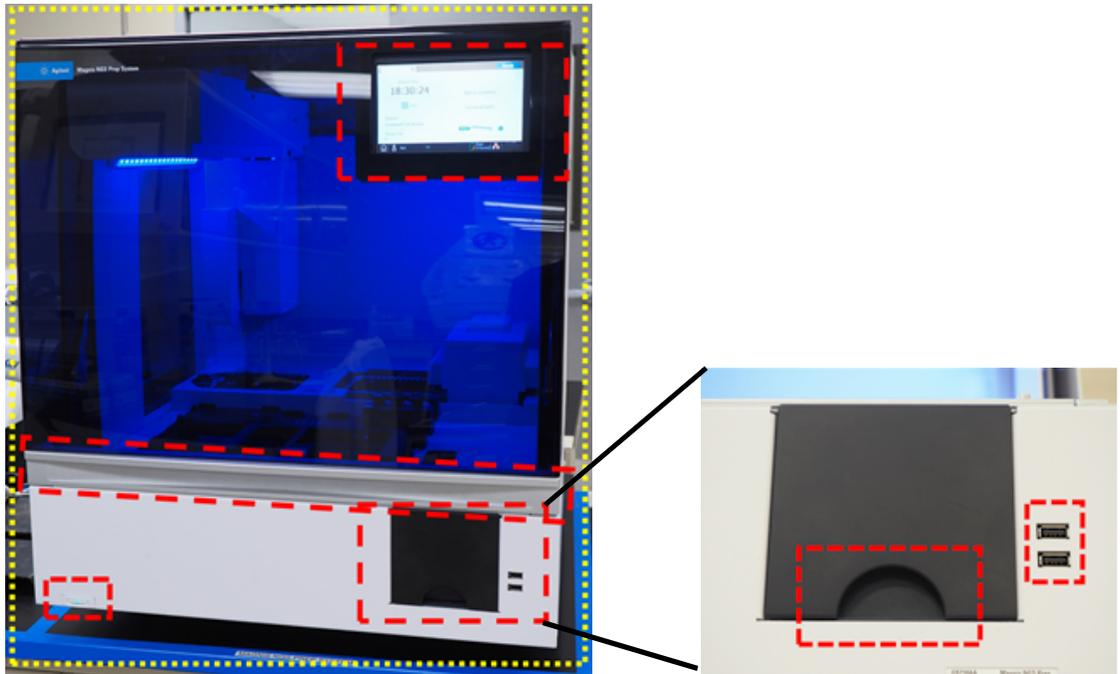

Figura 33 Superficies exteriores de la parte frontal del instrumento que deben limpiarse
- b **Parte exterior-frontal del instrumento:** Cierre la puerta del instrumento. Con un paño de laboratorio humedecido con alcohol isopropílico al 70 %, limpie suavemente las superficies señaladas en amarillo y rojo en **Figura 33**. Estas zonas incluyen la pantalla táctil, el botón de encendido, la tapa del contenedor de desechos (incluida la depresión usada para ayudar en la apertura/extracción) y el plexiglás frontal. Saque el cajón del contenedor de desechos y limpie el interior del contenedor. Limpie la zona que rodea los puertos USB (no humedezca los puntos de contacto eléctricos). Deben limpiarse todas las zonas señaladas en amarillo. Se debe prestar una atención especial a las zonas señaladas en rojo para proceder a una limpieza cuidadosa.